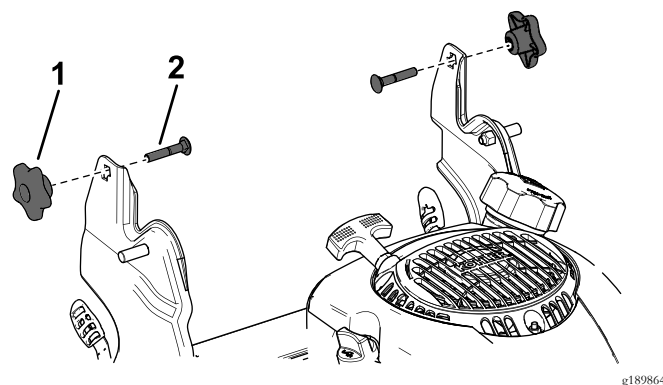

Figure 25
3. Insérez le boulon de carrosserie (la tête du boulon vers l'intérieur) dans le support du guidon et dans le trou supérieur à l'extrémité du guidon. Vérifiez que les bords carrés de chaque boulon de carrosserie s'engagent dans le trou carré supérieur ou inférieur du support de guidon correspondant (Figure 25).